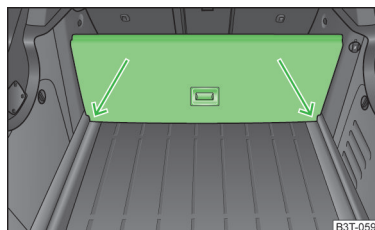

Abb. 110
- Den Teil mit der Halterung anheben und in die mit Pfeilen gekennzeichneten Nuten einschieben » Abb. 110.